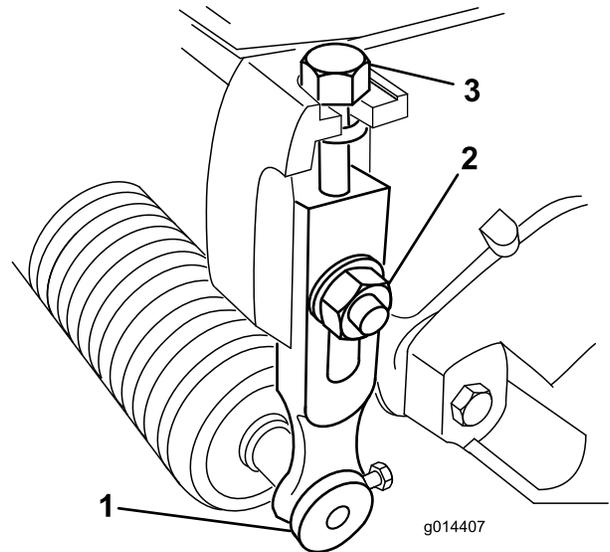

图14
1. 松开将剪草高度臂固定到滚刀组侧板上的锁紧螺母 **图14**。